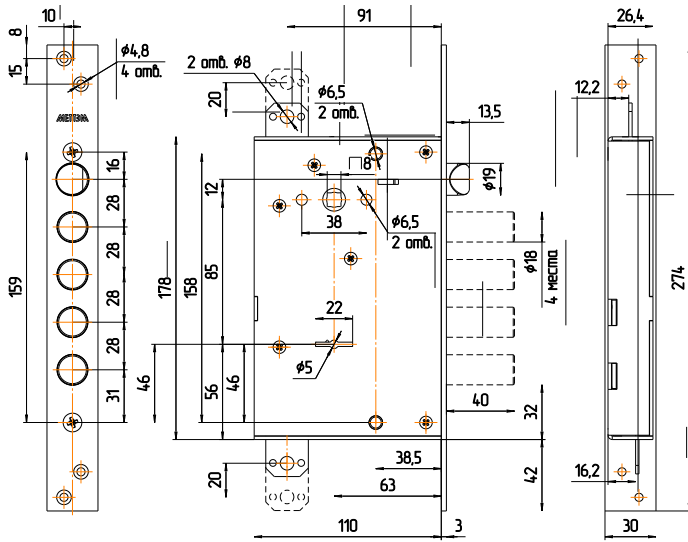

Рис.2
5.1. Произвести разметку и выполнить на полотне двери гнездо для корпуса замка, отверстие для ключа, а в дверной коробке – отверстия для пальцев засова и защёлки (см. рис.2).